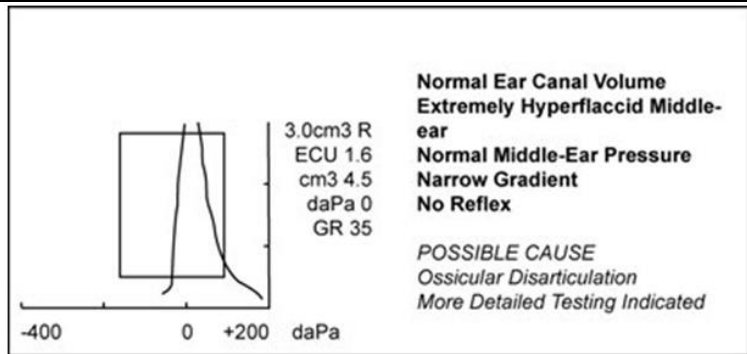

Figura 5: Timpanograma anormal de 226 Hz
1. Retire con cuidado este hilo del tubo metálico (Figura 5). Esto extraerá el cerumen del tubo metálico.